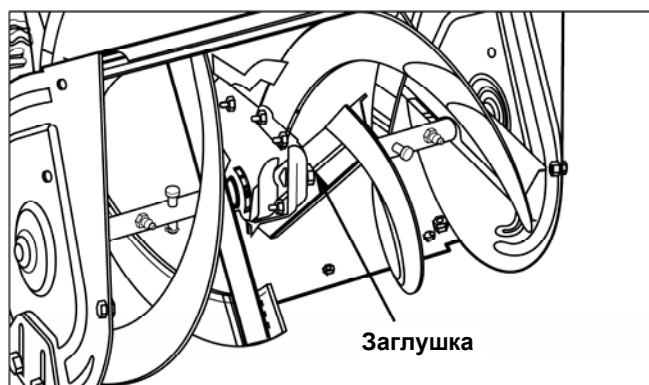

Рис. 8. Проверка смазки в редукторе
2. Снимите заглушку (А, рис. 8).